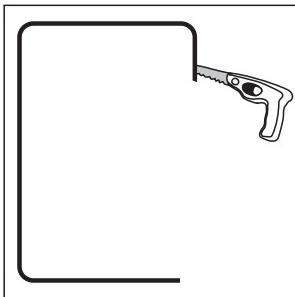

FIGURE 11
- Carefully cut the hole with the appropriate cutting tool for your wall or ceiling material. Start the hole by drilling a hole on the inside of the tracing (with the drill bit touching the line). Use this hole to insert the saw or knife and begin cutting [figure 11].
• Découpez soigneusement l'embrasure avec l'outil approprié au matériau de votre mur ou plafond. Commencez l'opération en faisant un trou à l'intérieur du tracage (la mèche touchant le tracage). Utilisez ce trou pour insérer la scie ou le couteau et commencer le découpage [figure 11].